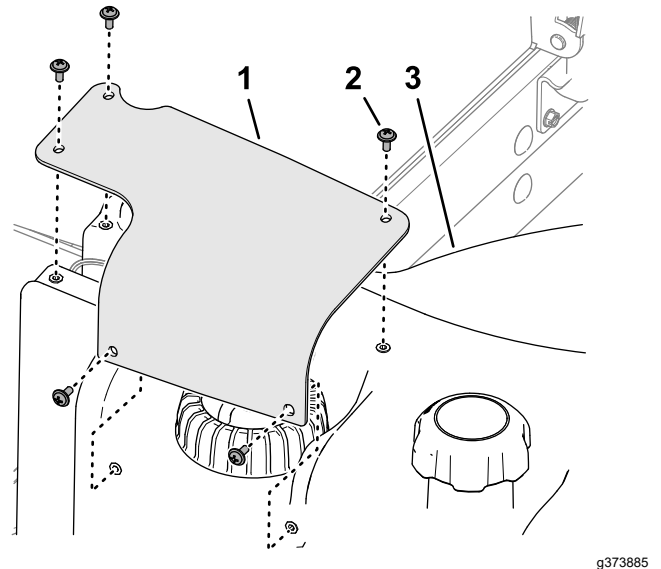

Bild 99
7. Richten Sie die Löcher in der Abdeckung des Kraftstoff-Füllstandssensors an den Löchern im Kraftstofftank aus und befestigen Sie die Abdeckung mit den fünf Kreuzschlitzschrauben am Kraftstofftank (Bild 99).